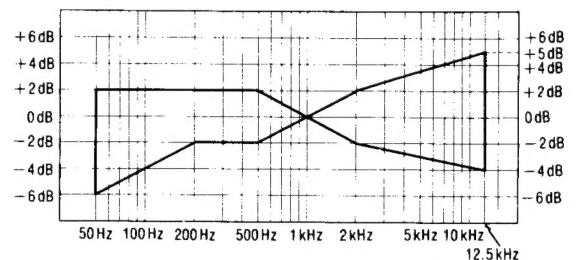

Abb. 8
6. Anschließend das auf der CrO₂-Leerband-Cassette (QZZCRX) und der Reineisenband-Leercassette (QZZCRZ) aufgezeichnete Signal auf 12,5kHz erhöhen und auf gleiche Weise justieren, wie vorgehend beschrieben. Dann überprüfen, ob der Frequenzpegel innerhalb des in Abb. 8 gezeigten Bereichs liegt.